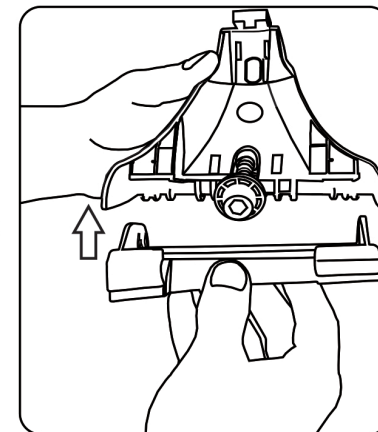

рис. 5
1.2.2 Возьмите из комплекта адаптеров платформу с закреплённой на ней резиновой подушкой и установите на опору как показано на рисунке (рис. 5).